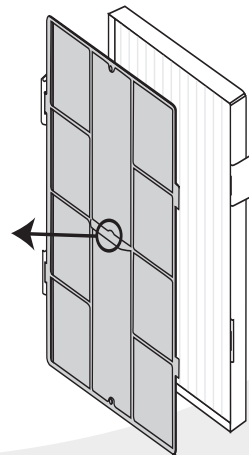

FIG. 34
5. **Tire** del saliente en el centro del pre-filtro para **separarlo** del filtro HEPA usado (Fig. 34). **Deseche** el filtro HEPA usado.